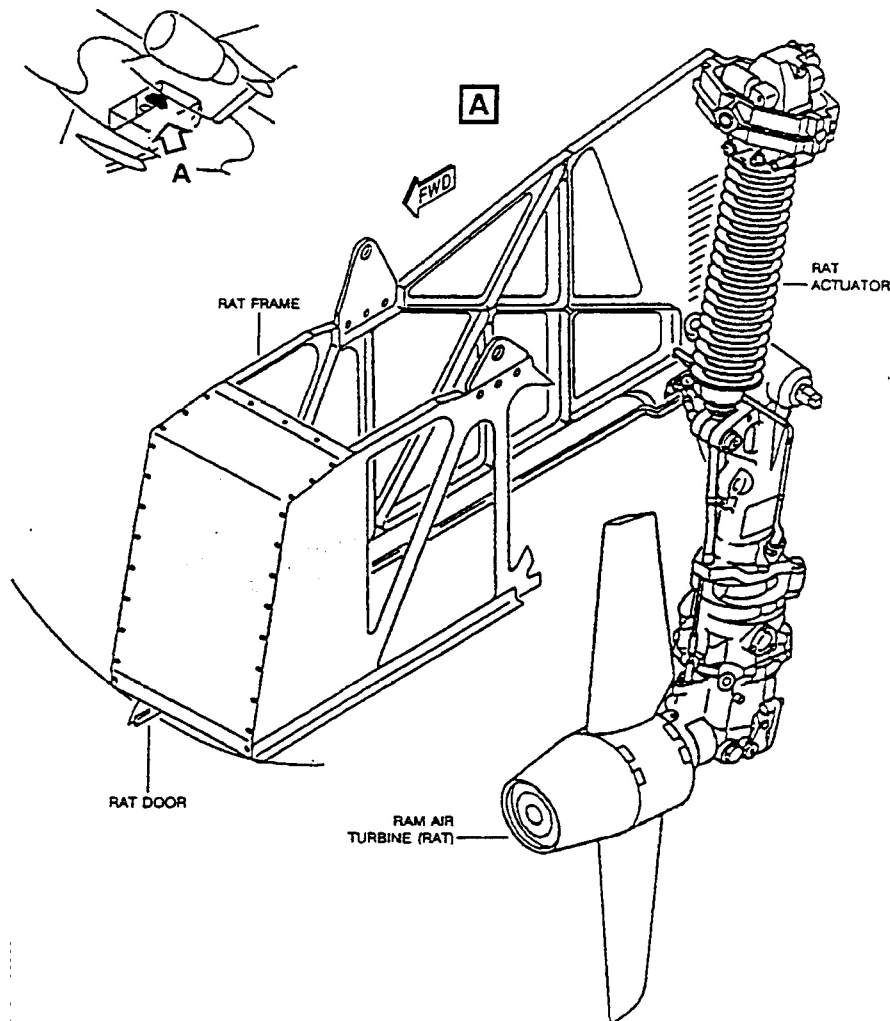

Bild 8.8 Stauluftturbine (ram air turbine, RAT) (Beispiel: A321)
Für kleinere Aufgaben können *Handpumpen* benutzt werden. Eine *Stauluftturbine* (ram air turbine, RAT) (Bild 8.8) kann in den freien Luftstrom gebracht werden, um eine Hydraulikpumpe anzutreiben. Dies erfolgt bei einem Triebwerksausfall oder einen kompletten Fehler im elektrischen System.
- das Blaue System mit der Stauluftturbine (ram air turbine, RAT) (Bild 8.8),